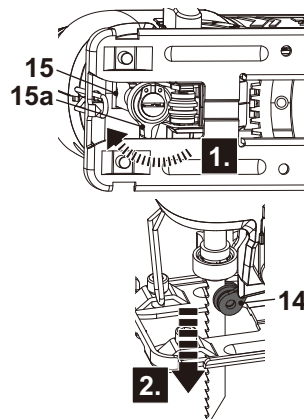

Fig. 2
- > Déverrouillez le porte-lame (15) en tournant le manchon de verrouillage de la lame (15a) dans le sens anti-horaire et maintenez-le en place (Fig. 2).